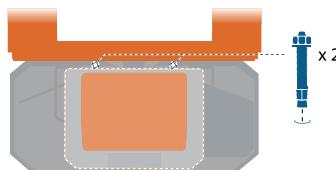

Figure 21 Ancrez l'élévateur à palettes sans béquille d'appui centrale au moyen de 2 autres boulons d'expansion.
8. Pour les élévateurs à palettes sans béquille d'appui centrale, ancrez l'élévateur à palettes au sol au moyen de 2 autres boulons d'expansion. Voir figure 21. Rendez-vous sur [www.edmolift.com/installation](http://edmolift.com/installation) pour plus d'informations.